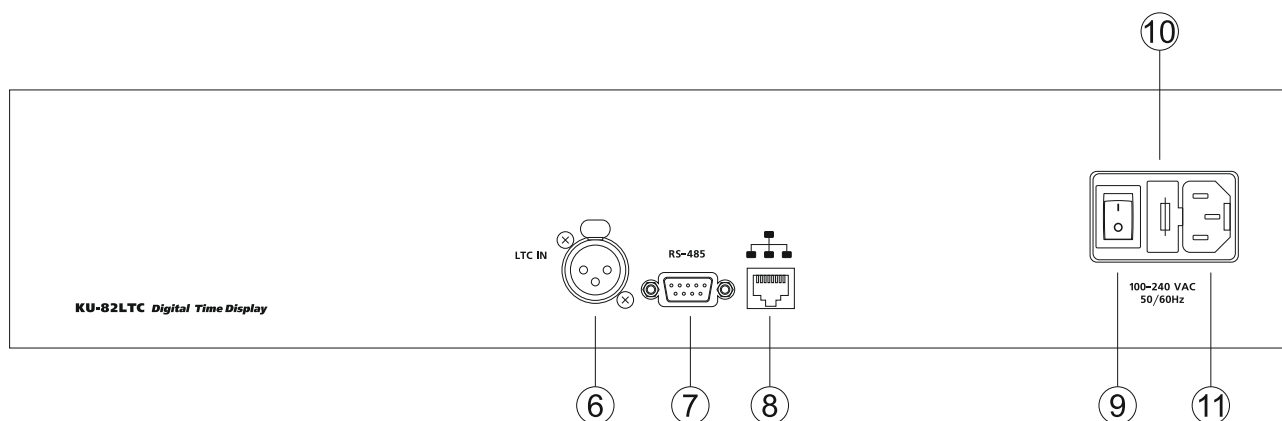

Рисунок 2
Для включения KU-82LTC, на задней стенке имеется выключатель (рисунок 2). Включите панель индикации – индикаторы загорятся.
*При работе панели индикации от сети переменного тока, на контактах 1 и 6 разъёма 7 (рисунок 2), будет присутствовать напряжение +12В. Вы можете запитать от этих контактов любое другое устройство с током потребления не более 1 А.*
На фронтальной панели, справа от индикаторов, расположены четыре кнопки локального управления: «MENU»; «EXIT»; «+»; «-» (рисунок 2).